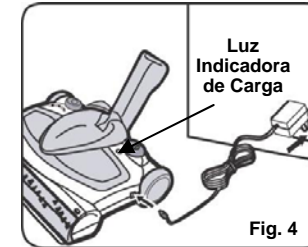

Fig. 4
1. Conecte el enchufe del cargador en el conector o agujero del costado de la barredora. Enchufe el cargador en un tomacorriente. (120V., 60Hz.). Use únicamente el cargador Kuantech KA12D090015023U. (Fig. 4)